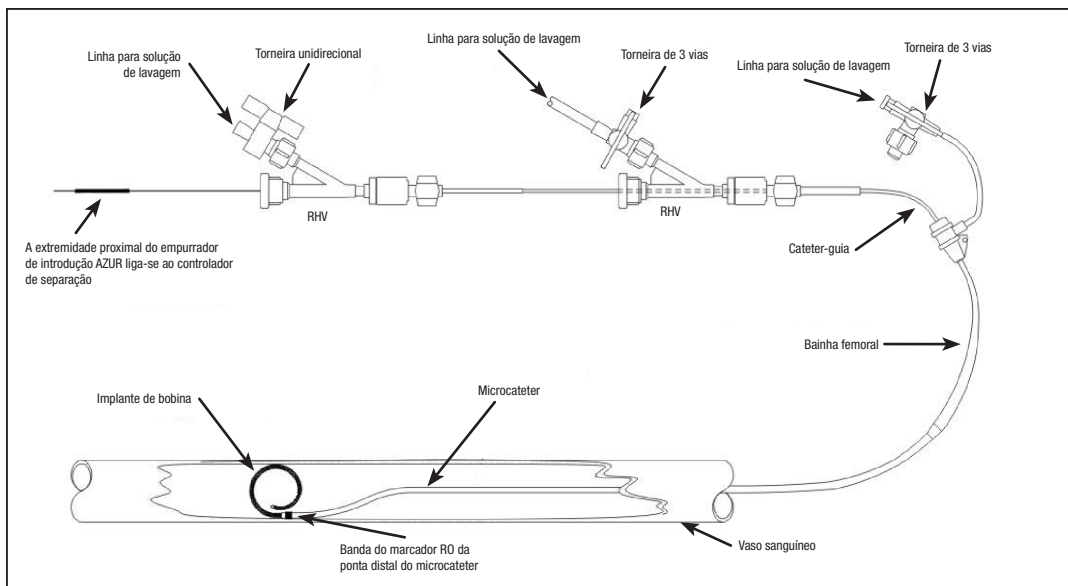

Figura 1 – Diagrama da configuração do sistema AZUR
- **NÃO** utilize em combinação com dispositivos de radiofrequência (RF).
1. Consulte a Figura 1 para ver o diagrama de configuração.
5. Aceda ao vaso com um cateter-guia e um procedimento de intervenção padrão. O diâmetro interno (DI) do cateter-guia deve ser grande o suficiente para permitir a injeção de contraste com o microcateter colocado. Desta forma é permitido o mapeamento fluoroscópico durante o procedimento.